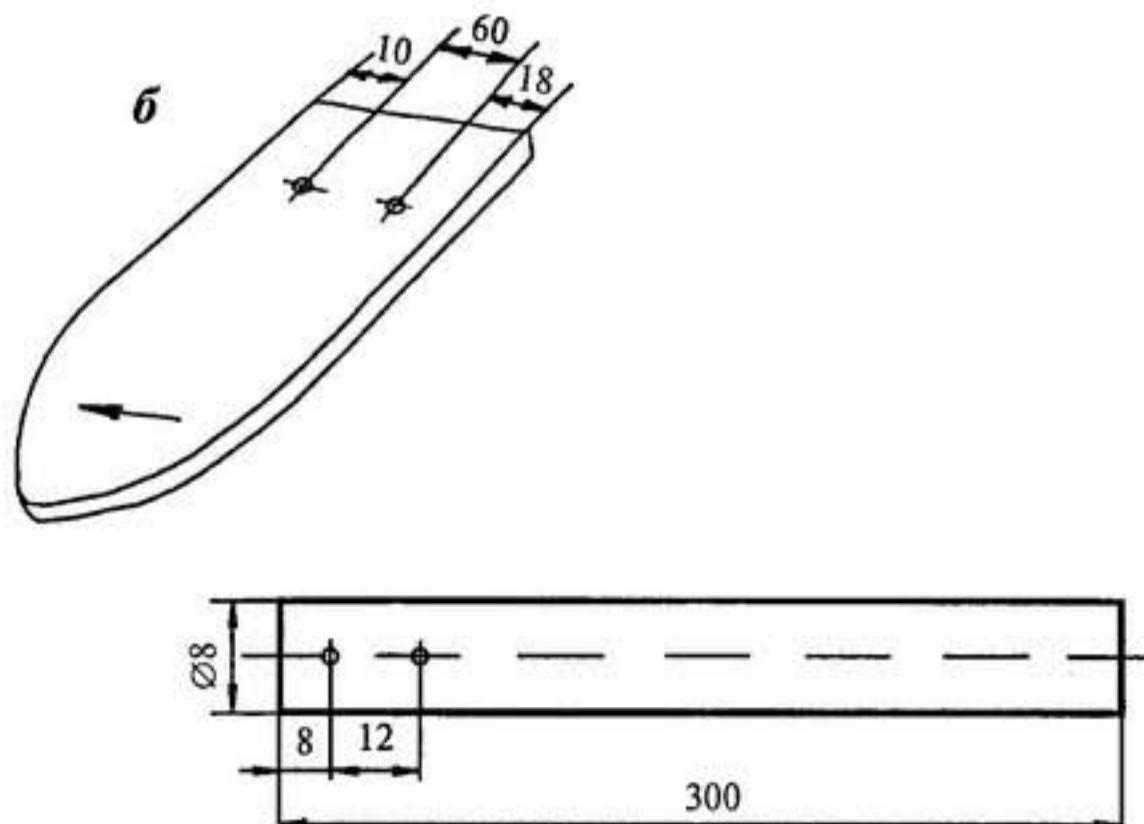

Рис. 238
6. Выточите или выстрогайте цилиндрическую палочку-подвеску длиной 300 мм,  $\varnothing 8$  мм, просверлите отверстия для лески так, как указано на рис. 238.